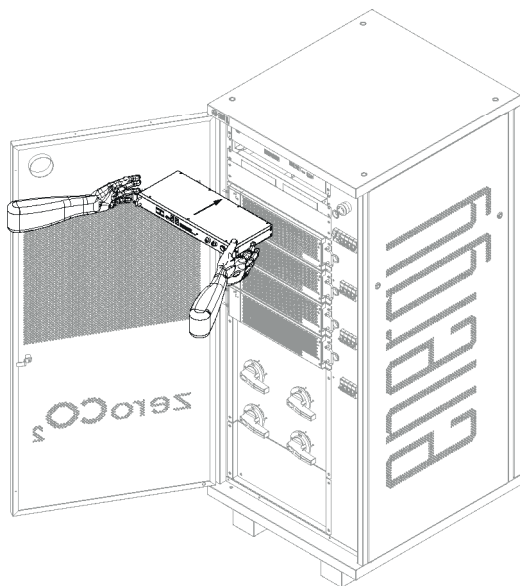

Fig. 7.11 - Sostituzione del modulo MBMS
- Installare il nuovo MBMS (Fig. 7.11) e ricollegare i cavi (fare riferimento allo schema elettrico fornito per il collegamento dei cavi).